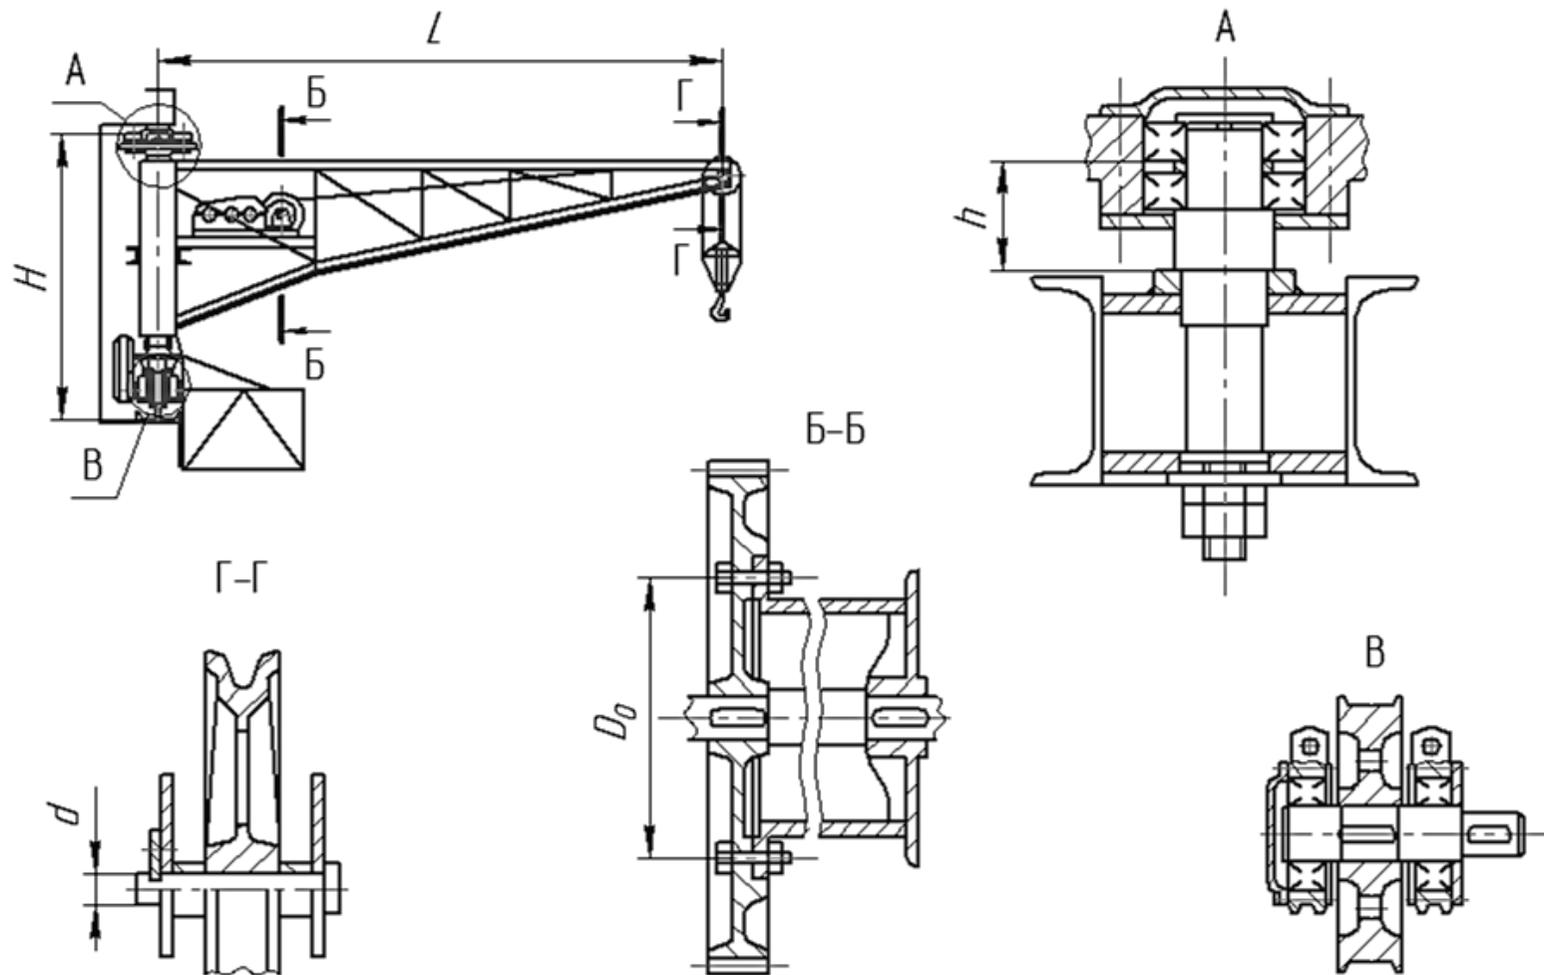

Рисунок 8 – Консольный передвижной кран
64. При известных весе груза  $G = 32$  кН, скорости подъема  $v_{гр} = 10$  м/мин определить необходимый тормозной момент  $T_T$  механизма подъема (рис. 8). Диаметр барабана  $D_1 = 260$  мм. Недостающими данными задаться.
65. При известных весе крана  $G_{кр} = 60$  кН и груза  $G = 60$  кН определить сопротивление передвижению крана  $W_c$  (рис. 8). Диаметр ходовых колес  $D_{хк} = 250$  мм, диаметр цапфы колес  $d_{ц} = 50$  мм. Недостающими данными задаться.
66. Определить пусковую мощность двигателей механизма передвижения крана (два двигателя), если известны: время пуска  $t_n = 1$  с, скорость передвижения  $v_{кр} = 80$  м/мин, вес груза  $G = 30$  кН и крана  $G_{кр} = 60$  кН (рис. 8). Недостающими данными задаться.
67. Составить кинематическую схему механизма подъема, определить тормозной момент  $T_{тр}$ , необходимый для выбора тормоза, и найти время торможения  $t_T$  опускающегося груза, если известны: вес груза  $G = 32$  кН и скорость подъема груза  $v_{гр} = 10$  м/мин, передаточное число редуктора  $u_{ред} = 25$  (рис. 8). Недостающими данными задаться.
68. Определить мощность двигателя механизма подъема и проверить его на разгон при пуске по условию  $a_n \leq [a_n]$ , если известны: вес груза  $G = 32$  кН и скорость подъема груза  $v_{гр} = 15$  м/мин,  $[a_n] = 0,4$  м/с2 (рис. 8). Недостающими данными задаться.
69. Проверить кран на отсутствие буксования ходовых колес при пуске при известных весах груза  $G$  и крана  $G_{кр}$ , параметрах колес (рис. 8). Задача выполняется в общем виде без числовых значений.
70. Проверить на прочность ось верхних опорных катков при известных весах груза  $G = 32$  кН и крана  $G_{кр} = 60$  кН (рис. 8, узел А). Вылет стрелы крана  $L = 5,5$  м,  $H = 2,6$  м,  $h = 150$  мм. Диаметр оси  $d_0 = 60$  мм. Недостающими данными задаться.
71. Проверить подшипники качения ходовых колес при известных весах груза  $G = 32$  кН и крана  $G_{кр} = 60$  кН (рис. 8, узел В). Диаметр вала  $d = 50$  мм. Частота вращения колеса  $n_k = 80$  мин-1. Недостающими данными задаться.
72. Проверить на прочность болты крепления зубчатого венца к барабану для двух случаев их установки: с зазором и без зазора при известном весе груза  $G = 32$  кН (рис. 8, Б-Б). Диаметр барабана  $D_1 = 260$  мм, кратность полиспаста  $k_{п} = 2$ , диаметр расположения болтов  $D_0 = 300$  мм, число болтов  $z = 6$ , материал болтов – сталь 35. Недостающими данными задаться.
73. Проверить на прочность ось направляющего блока, если известен вес груза  $G = 32$  кН, кратность простого полиспаста  $k_{п} = 2$  (рис. 8, Г-Г). Диаметр оси  $d = 50$  мм. Материал оси – сталь Ст.5. Расстояниями между опорами, а также от опоры до середины блока задаться.